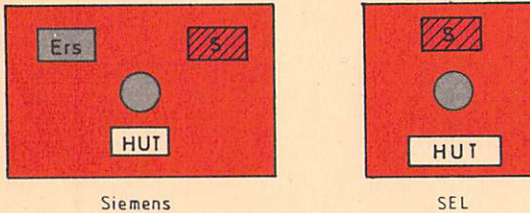

Bild 9
- b) Störungen an Signalen (z. B. Signal erloschen) werden in der Regel durch den rot blinkenden Signalstörmelder (vgl. Bild 9) und das Erhöhen der Hupe angezeigt; je nach Art der Störung blinkt der Haltmelder oder er ist dunkel.